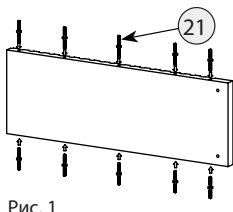

Рис. 1
2. Установить штекерные стяжки, аккуратно вбивая молотком строго вертикально в отверстия вставки двери М.3890 согласно рис. 1. Аккуратно вбивать штекерные стяжки необходимо для минимизации повреждения ЛКП.